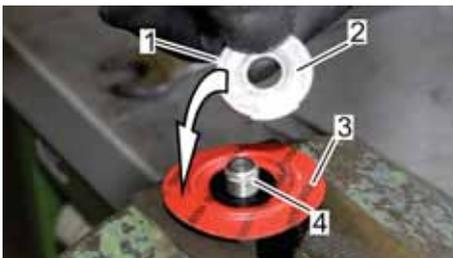

Abb. 71: Membranteller auflegen
9. Den Membranteller (Abb. 71/1) mit der Nut (Abb. 71/2) nach unten auf die Sickenformmembran mit Einknüpfdichtung (Abb. 71/3) und Membranhalterung (Abb. 71/4) zentrisch auflegen.